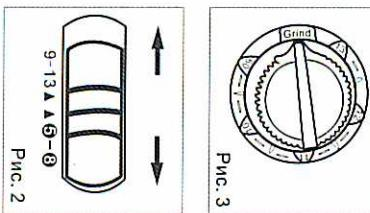

Рис. 2
1. Переключите регулятор в нужный вам диапазон затемнения (см. рис.2).